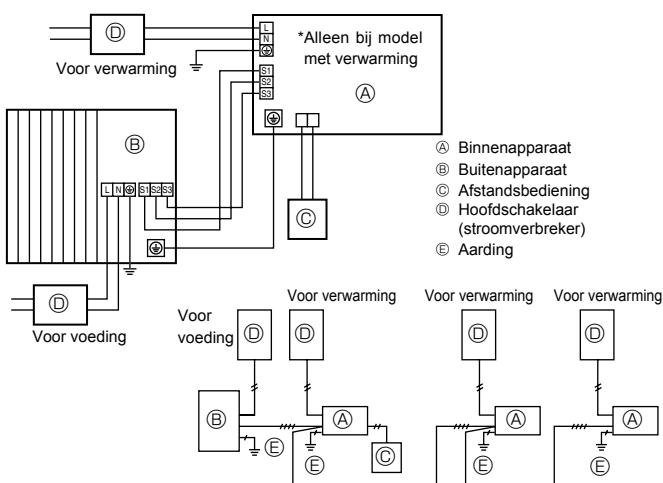
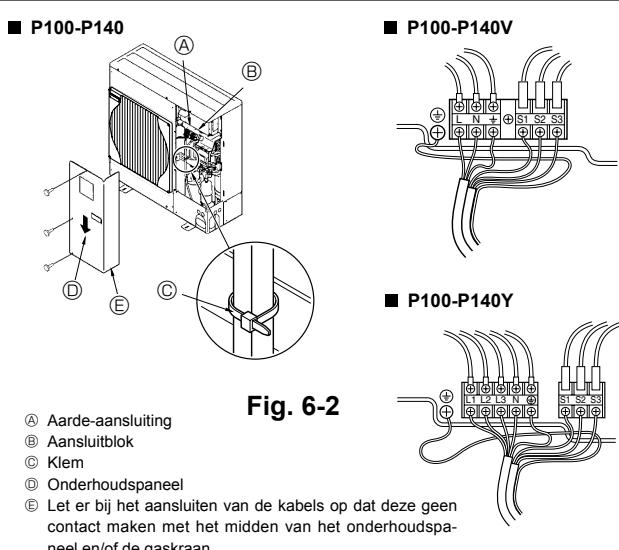

Fig. 6-1
Fig. 6-2
### 6.1. Buitenapparaat (Fig. 6-1, Fig. 6-2)
① Verwijder het onderhoudspaneel.
② Sluit de kabels aan aan de hand van afb. 6-1 en 6-2.